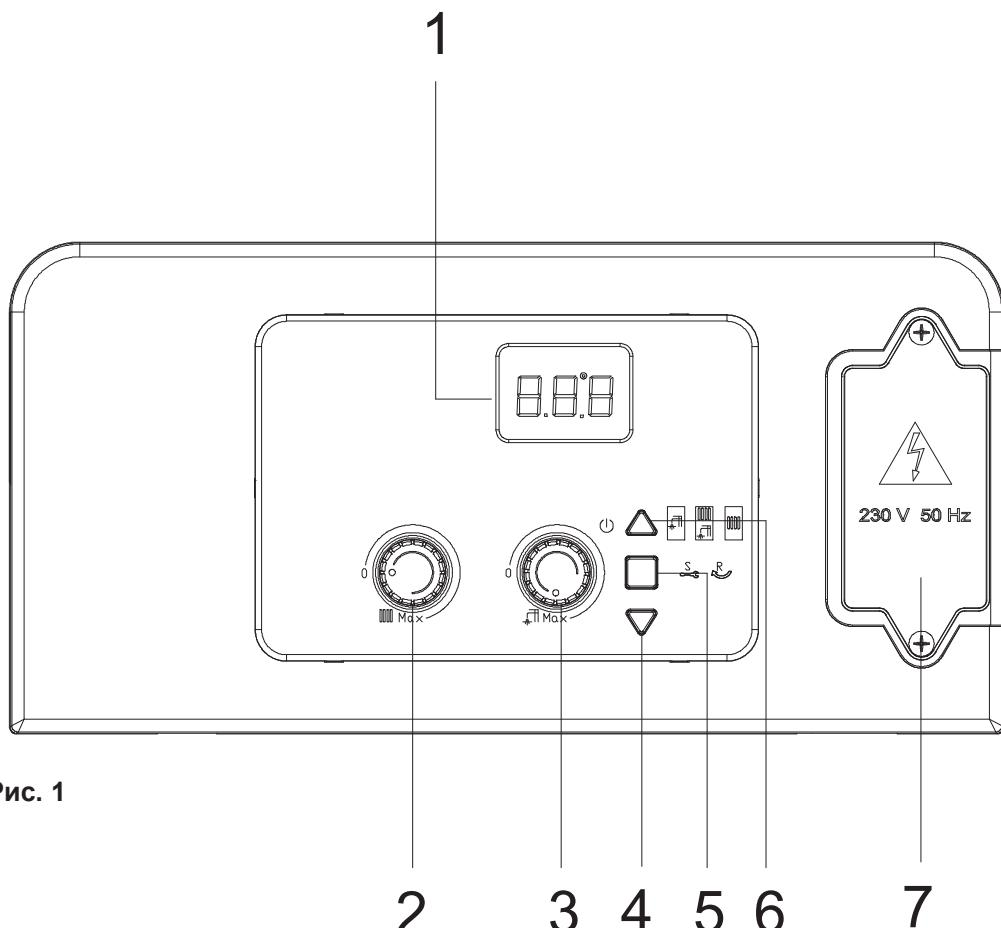

Рис. 1
- Нажмите кнопку **6** «» (рис. 1). Котел включится автоматически (при выборе режима WINTER (ЗИМА) и подключении комнатного терmostата).
Для переключения котла в режим «SUMMER (ЛЕТО)» нажмите кнопку **6** (см. рис. 1). Котел будет обслуживать только систему горячего водоснабжения. На работу котла в режиме «SUMMER (ЛЕТО)» указывает символ  , постоянно горящий на панели управления.